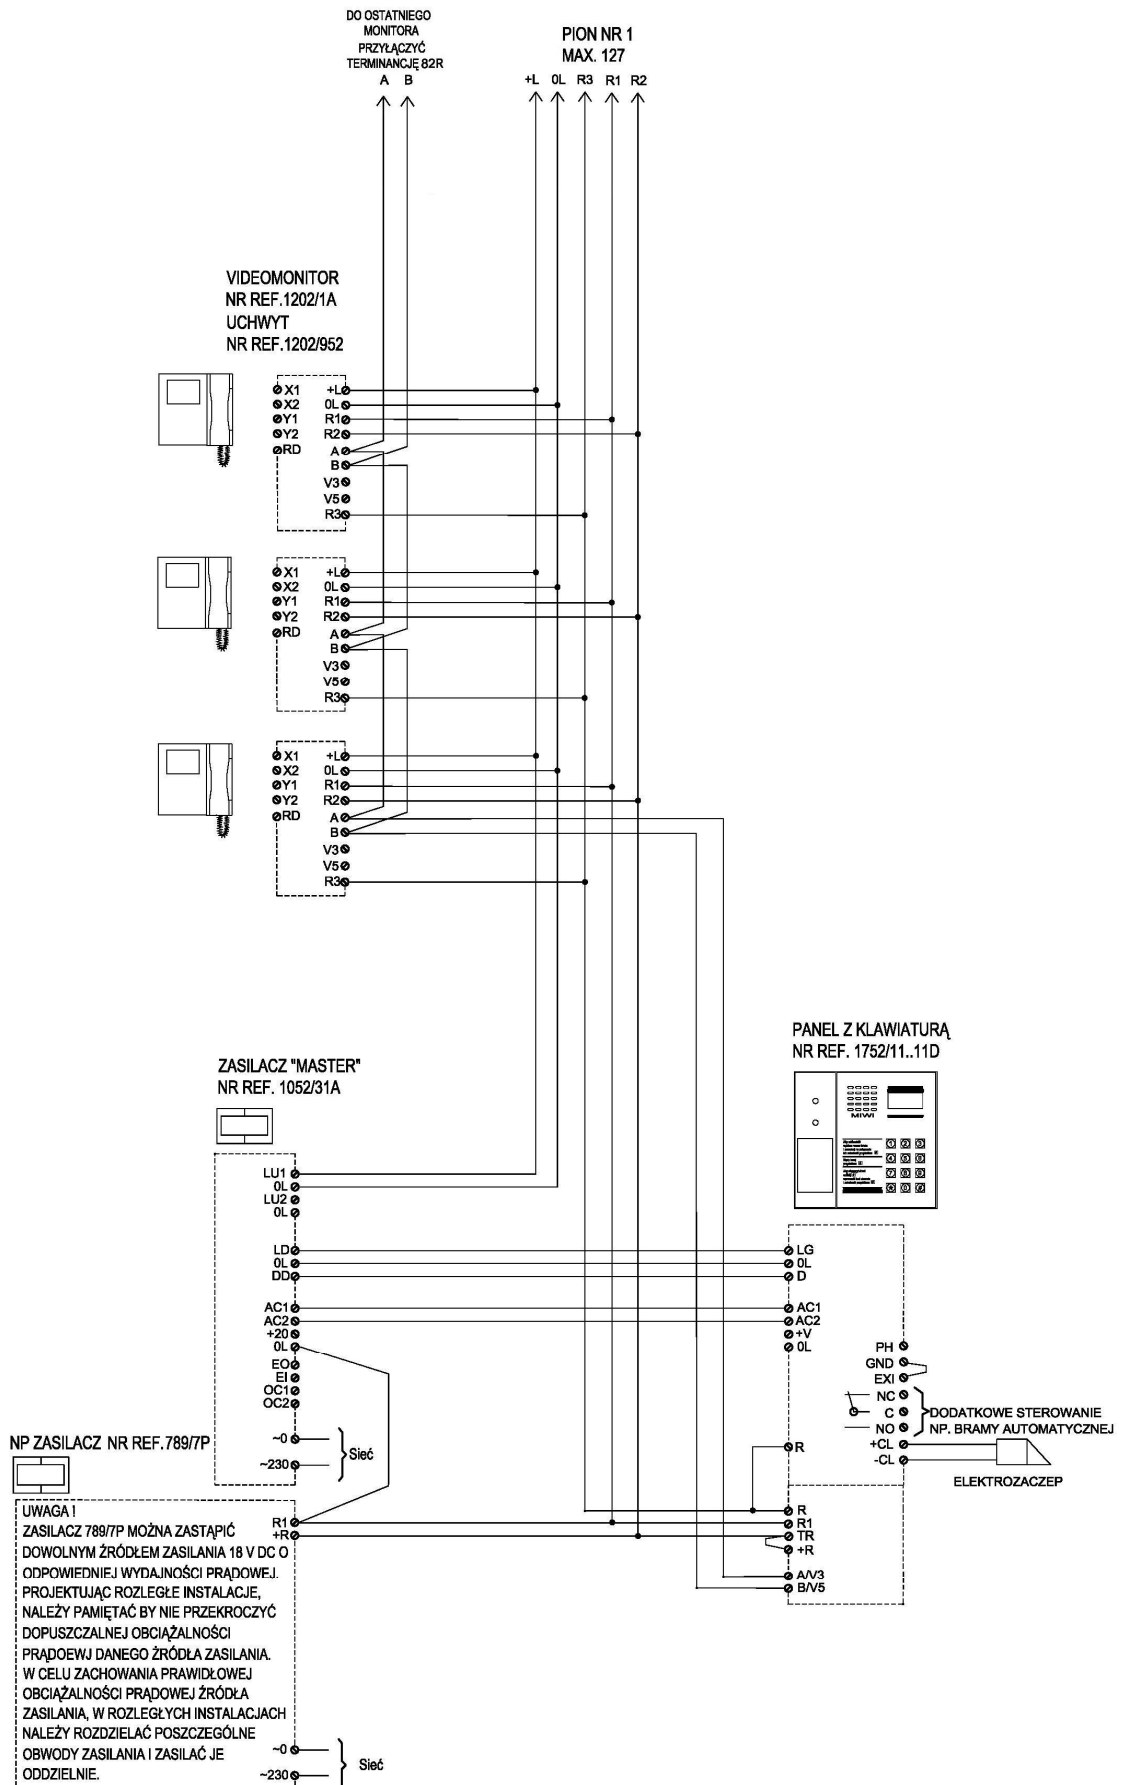

Rys. 2 Sposób montażu videomonitora.
5. Zawiesić videomonitor na uchwycie mocującym (rys. 2).